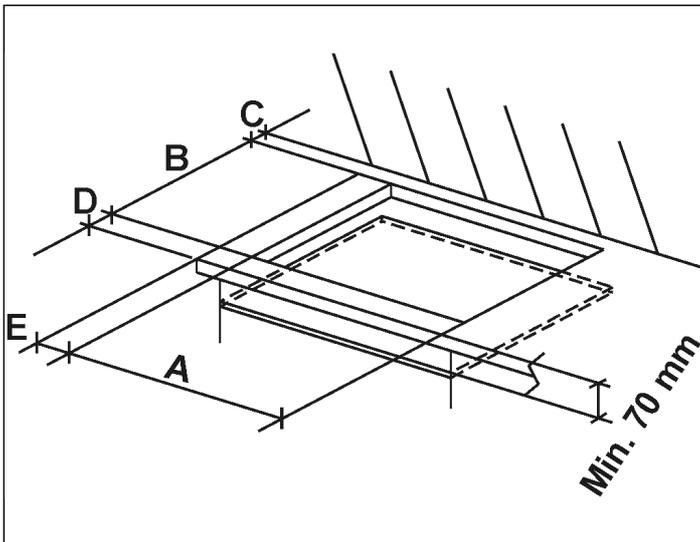

FIG. 7
Hay que hacer en la superficie del mueble modular una apertura para el encajonamiento con las dimensiones especificadas en mm (véase fig. 7), con la precaución de que sean respetadas las distancias críticas entre el aparato, la pared lateral, la pared posterior y la superior (véase fig. 7 y 8).
- Para evitar posibles contactos casuales con la superficie del armazón del aparato, sobrecalentada durante el funcionamiento, es necesario colocar un separador de madera fijado por tornillos a una distancia mínima de 70 mm del borde (fig. 7).